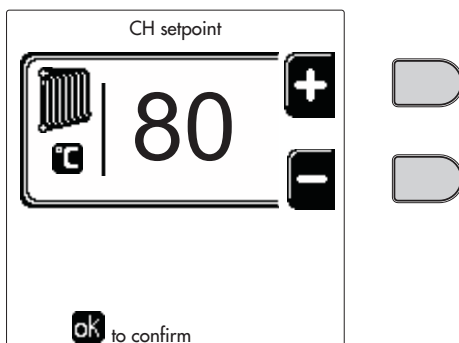
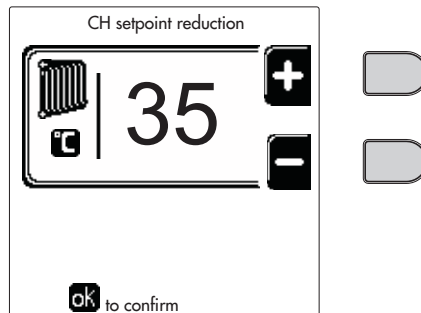
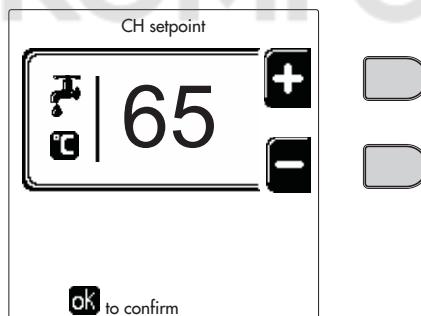
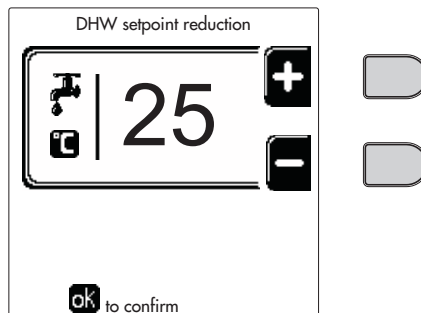

рис. 12
рис. 13
рис. 14
рис. 15
- **ON (ВКЛ)**. При поступившем запросе на отопление/ГВС котел работает на заданной температуре регулировки отопления/ГВС (рис. 12/рис. 14).
- **⏸**. При поступившем запросе на отопление/ГВС котел работает на уменьшенной температуре регулировки. Уменьшенная температура достигается путем вычитания температуры регулировки уменьшения (рис. 13/рис. 15) от заданной температуры регулировки отопления/ГВС (рис. 12/рис. 14).